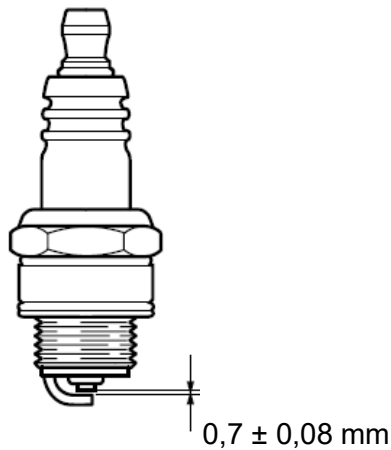

Abb. 19
- 6) Kontrollieren Sie den Elektrodenabstand der Zündkerze. Er muss $0,7 \pm 0,08$ mm betragen (Abb. 19).